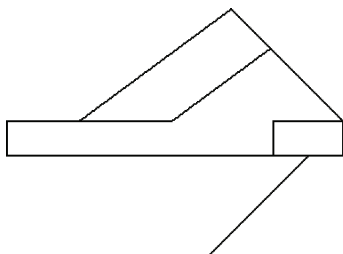

图 14-26 打开模型文件
STEP 01 单击快速访问工具栏中的“打开”按钮，打开模型文件，如图 14-26 所示。